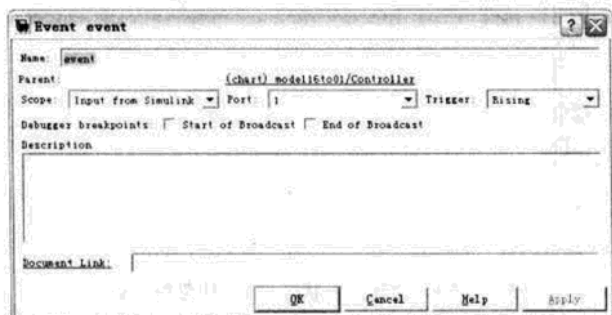

图 16.21 事件属性设置对话框
① 在 Stateflow 图标编辑框中, 选择 Add | Event | Input from Simulink 命令, 弹出新事件的属性对话框如图 16.21 所示。